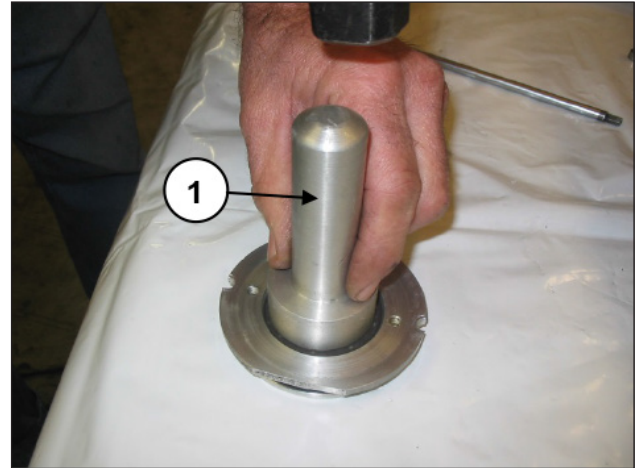

图 117
使用缓冲垫27910900把油封安装到油封盖中(位置①，图 117)。